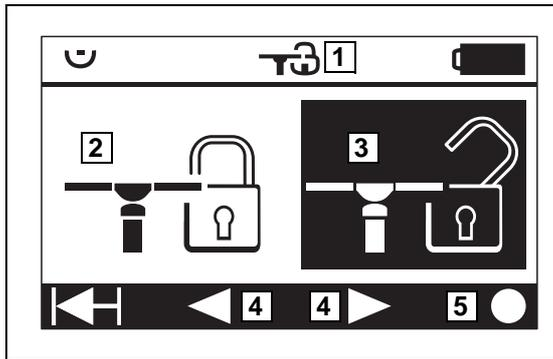

Fig. 88 : Réglage du blocage de la table d'opération
- ☒ Sélectionner le réglage correspondant avec les touches de navigation dans le menu (1).
- Blocage de la table d'opération MARCHE / ARRET (2) (►► Fig. 88),